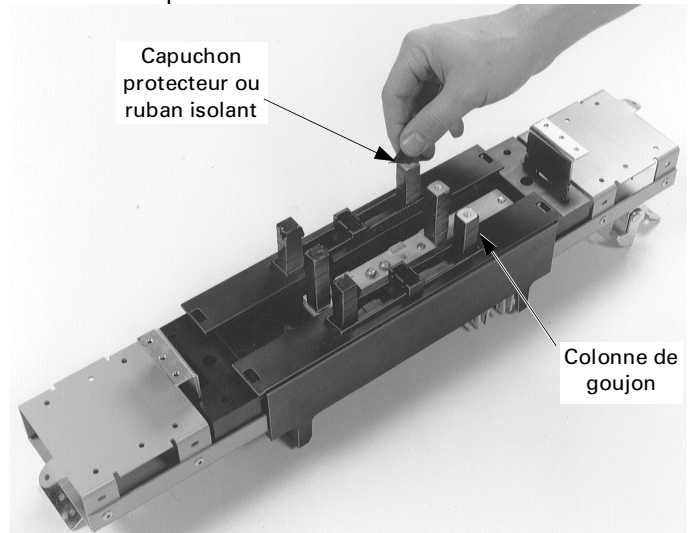
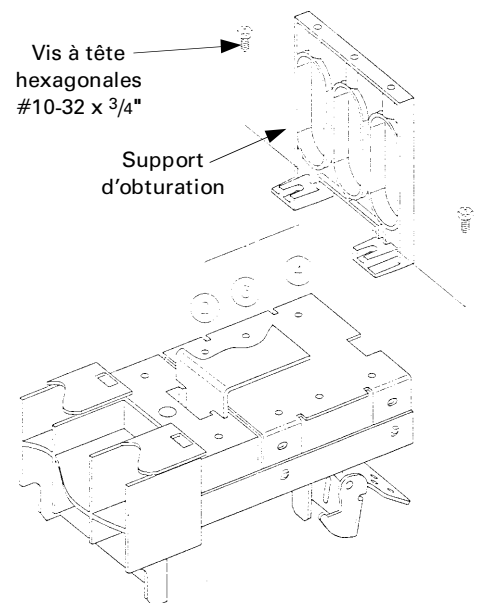

Figure 2. Retrait des capuchons ou du ruban isolant des colonnes de goujons du module de disjoncteur.
Figure 3. Fixation en position des supports d'obturation.
2. **Préparer le module.** Ne retirer les capuchons protecteurs ou le ruban isolant que des hauts des colonnes de goujons auxquelles le disjoncteur doit être fixé, comme montré à la Figure 2. Fixer les supports d'obturation, comme montré à la Figure 3, avec des vis à tête hexagonale #10-32 x 3/4" serrées à 15–20 lb.-po.